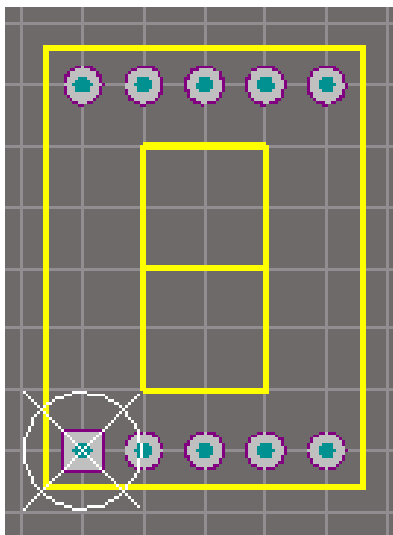

图5-12 建好的数码管封装
- （2）执行Place → Line命令（快捷键为P,L）或单击按钮，放置线段前可按Tab键编辑线段属性，这里选默认值。光标移到（-60，-60）mil处按鼠标左键，绘出线段的起始点，移动光标到（460，-60）处按鼠标左键绘出第一段线，移动光标到（460，660）处按鼠标左键绘出第二段线，移动光标到（-60，660）处按鼠标左键绘出第三段线，然后移动光标到起始点（-60，-60）处按鼠标左键绘出第四段线，数码管的外框绘制完成，如图5-12所示。
- （3）接下来绘制数码管的‘8’字，执行Place → Line命令（快捷键为P,L），光标左击以下坐标（100，100），（300，100），（300，500），（100，500），（100，100）绘制‘0’字，按鼠标右键，鼠标再左击（100，300），（300，300）这2个坐标，绘制出‘8’字，右击或按ESC键退出线段放置模式。建好的数码管封装符号如图5-12所示。